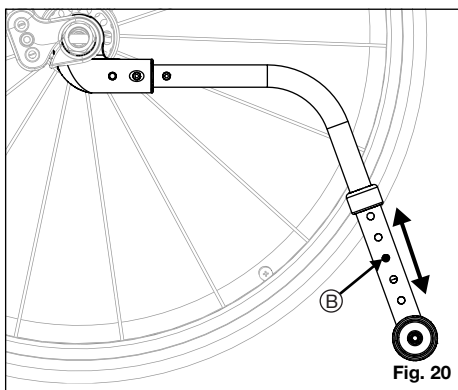

Fig. 20
Sådan justeres højden på hjulforlængelsen (Fig. 20)
1. Tryk på udløsningsstiften på tipsinkring hjulet så udløsningsstiften (fig. 20:B) trækkes ind.